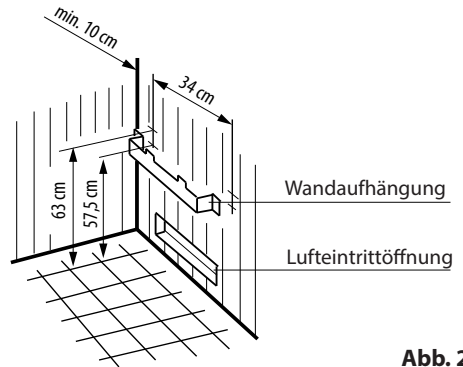

Abb. 2
1. Wandhalterung gemäß Abb. 2 mittig über Lufteintrittsöffnung mit den beigelegten Spanplattenschrauben an der Kabinenwand festschrauben. Hierbei beachten, dass der seitliche Abstand zwischen Saunaofen und Kabinenwand mindestens **4 cm** betragen muss.